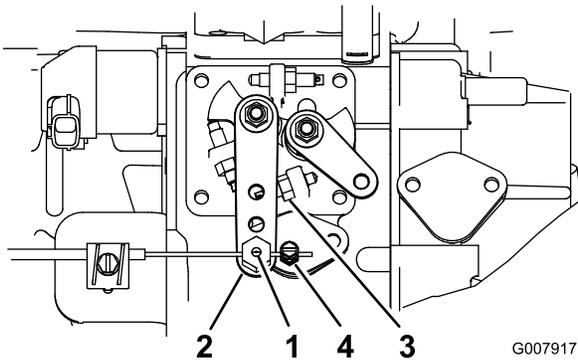

Figura 63
2. Desaperte o dispositivo de ligação, no cabo do regulador, junto da alavanca da bomba de injeção (Figura 63).
3. Mantenha a alavanca contra o bloqueio intermédio superior (Figura 63).